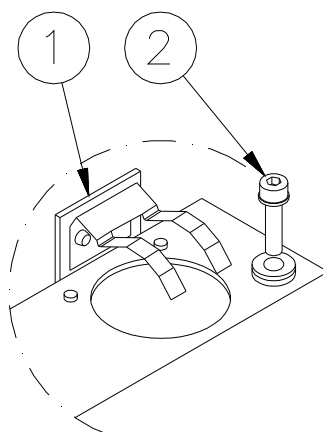

Figura 16 – Extracción de la placa del soporte
- desenrosque los tornillos HSCH M5x20 (Figura 16- n° 2) y retire la placa de soporte (Figura 16 - n° 1)